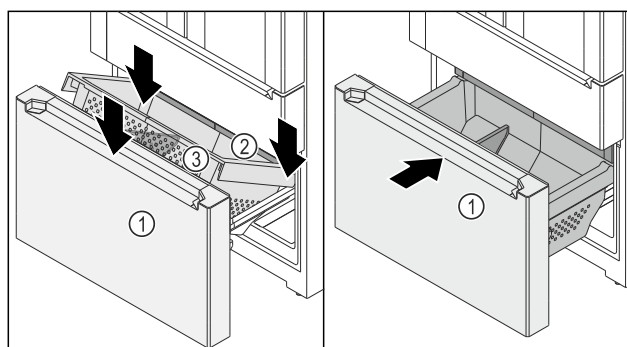

Fig. 153
- ☐ Il carrello di estrazione *Fig. 153 (1)* è estratto.
- ☐ Il cassetto *Fig. 153 (2)* è inserito.
- Posizionare il contenitore *Fig. 153 (3)* nella parte posteriore, sulle guide a destra e a sinistra.
- Abbassare il contenitore *Fig. 153 (3)* in avanti, in modo che il lo stesso *Fig. 153 (3)* circondi le guide a destra e a sinistra.
- Inserire il carrello di estrazione *Fig. 153 (1)*.